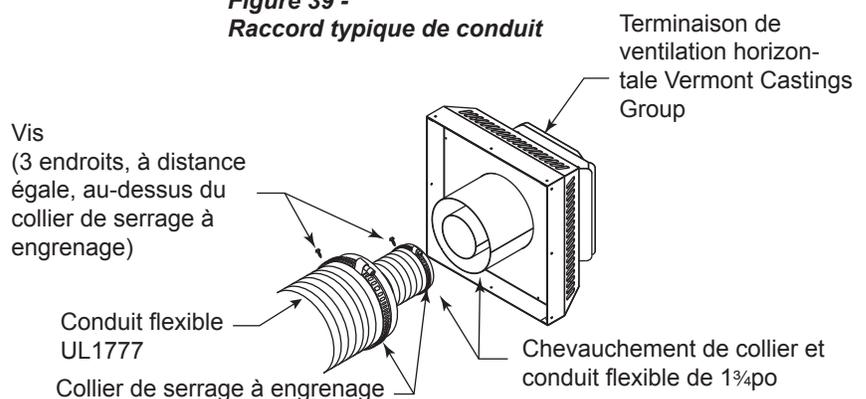

Figure 40 - Installation typique d'un conduit de ventilation flexible horizontal
1. Raccordez le conduit flexible de 5 po à la terminaison horizontale tel qu'illustré à la *Figure 40*.
2. Raccordez le conduit flexible de 8 po à la bague de terminaison tel qu'illustré à la *Figure 40*.
3. Révisez la *Figure 40* pour connaître le chevauchement approprié et l'emplacement du collier.
5. N'utilisez que les terminaisons et les accessoires énumérés et approuvés et suivez les directives sur les terminaisons, telles que décrites à la *Figure 40*.